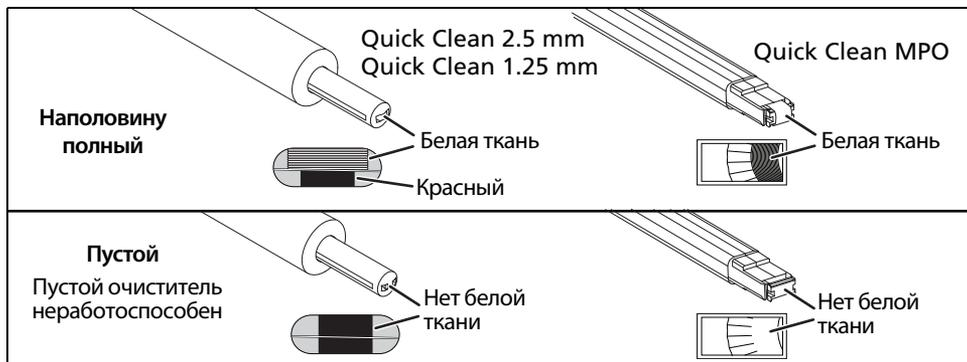

Рис. 1. Окно, в котором видно, сколько ткани осталось в очистителе
- Не используйте очиститель при вращении барабана. См. рис. 1.